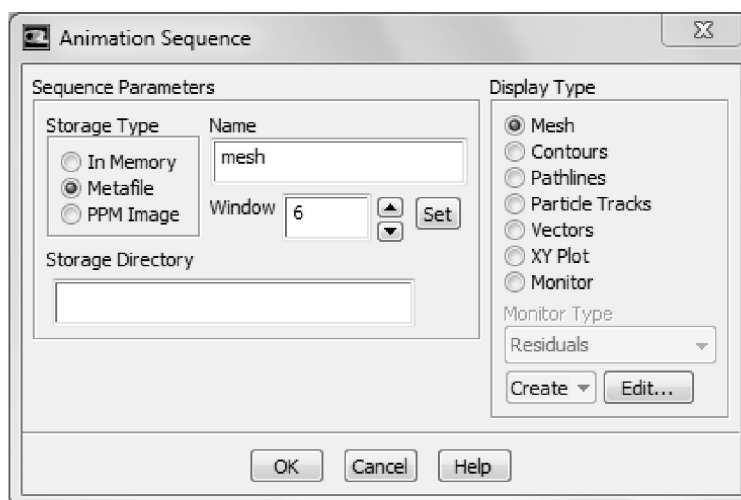

Рисунок 2.38 – Меню параметров записи анимации движущейся сетки
- В появившемся окне (рисунок 2.38) вводится число *6* в опцию *Window* и нажимается кнопка настройки *Set*.